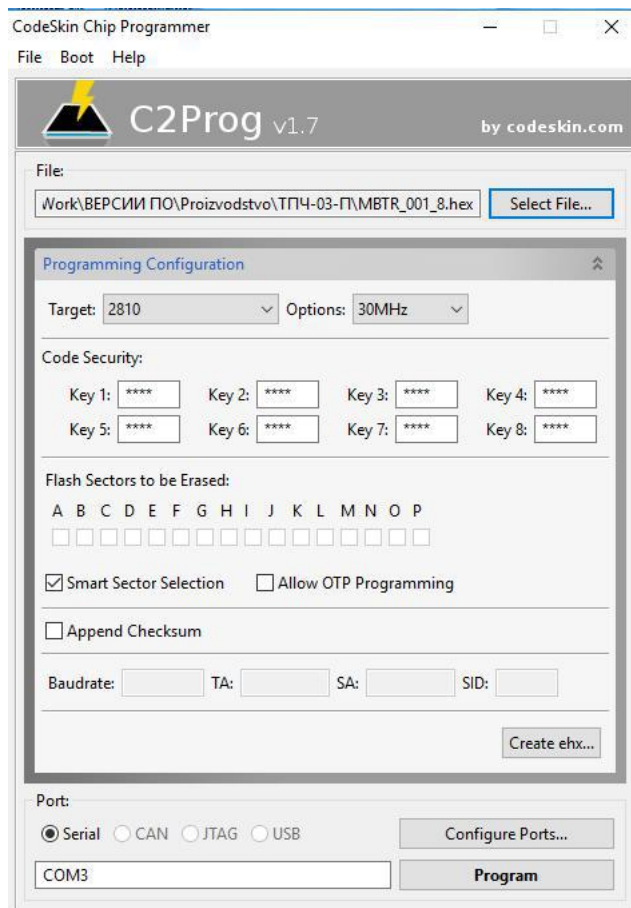

Рис. 5 – Настройки программы C2Prog
4. Загрузить программу C2Prog с настройками см. рис. 5. Загрузить файл прошивки MBTR_XXX_X.hex (где XXX – номер прошивки, X – версия прошивки). При помощи кнопки «Select File...» выбрать файл на диске